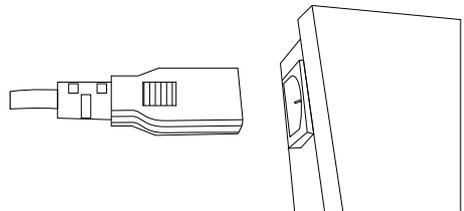

Figura 3
E. Conecte un extremo del cable de alimentación del Suprack RV y el otro a un toma corriente de 120 Vac. Ver figura 3.